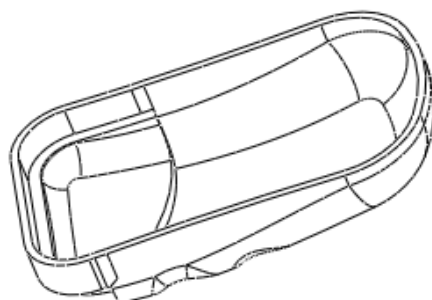

图 42-36
- (3) 单击  按钮，完成实体化特征建立，如图 42-36 所示。